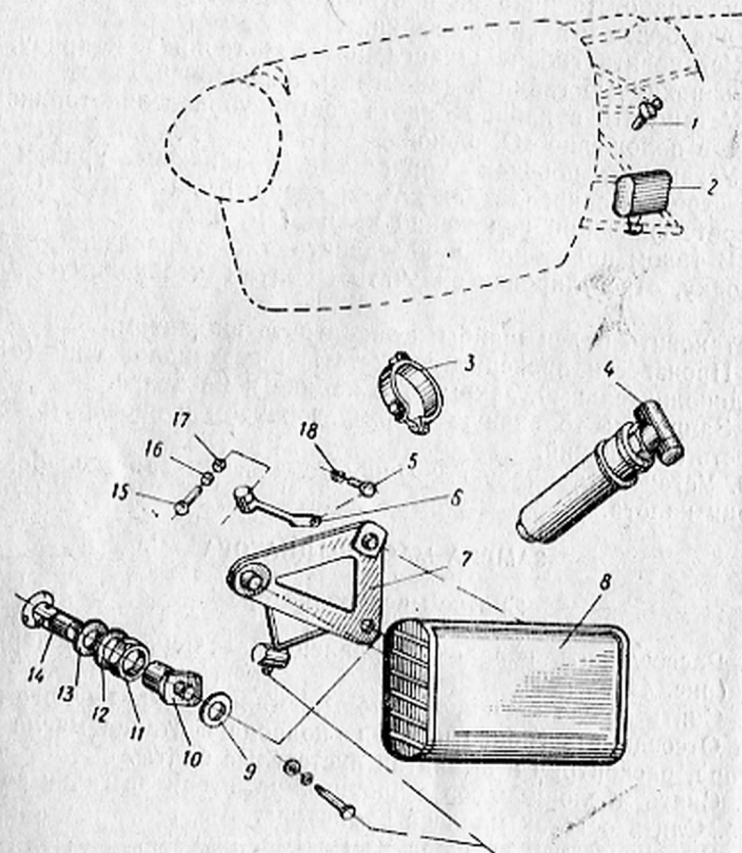

Рис. 44. Монтаж маслорадиатора и редукционного клапана:
1. Рассоединить поводок управления заслонкой маслорадиатора (рис. 44).